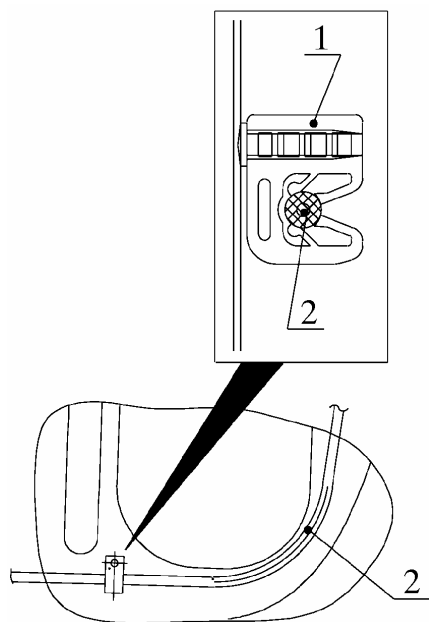

Рис. 4. Крепление троса привода замка багажника к внутренней панели крышки багажника:
3.3. **Высвободить трос 2 (рис. 4) привода замка багажника из скобы 1 его крепления к внутренней панели крышки багажника.**